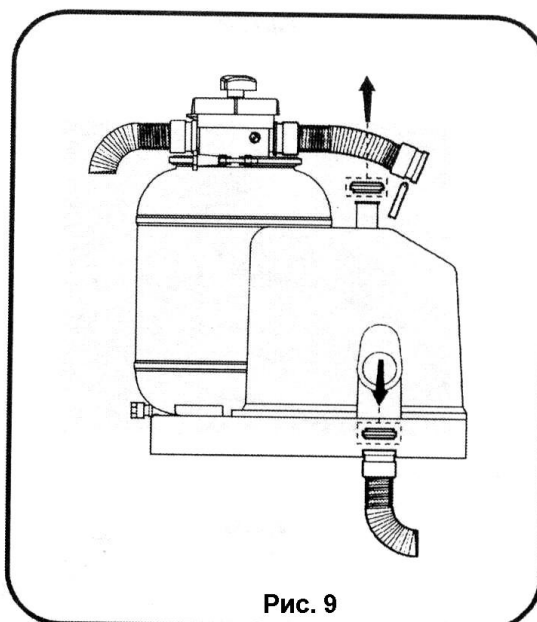

Рис. 9
- Отсоедините кусок шланга, соединяющий насос с фильтром. Ослабьте хомут и снимите защитную крышку (рис. 9).